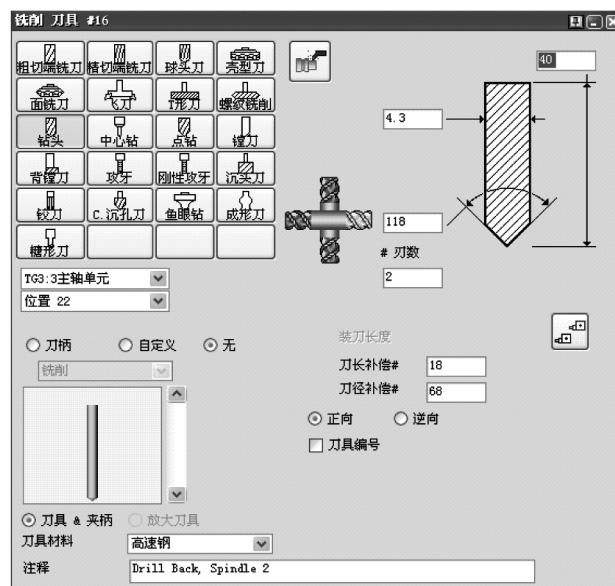

图 5-59 铣削刀具#16
17) 在#16 位置创建铣削刀具, 如图 5-59 所示。